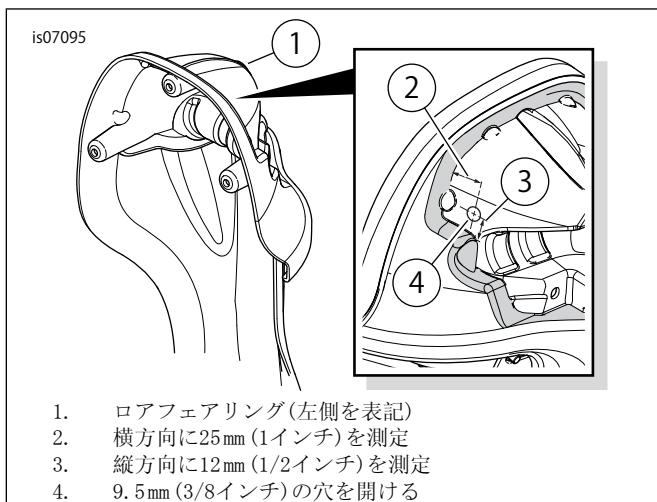

図4. ロアフェアリングにスピーカーワイヤーの穴を開けます。
- 「図4」を参照してください。フェアリング(1)の上部で、フランジにはまっているロアフェアリングキャップ(影付きの部分)から上方に25 mm (1.0 in) (2)、上に12 mm (0.5 in) (3)の位置を測り、9.5 mm (3/8 in)の穴(4)を、グローブボックスの内壁およびスピーカーハウジングに開けます。「図10」を参照してください。グローブボックス壁の穴にグロメット(8)を取り付けます。